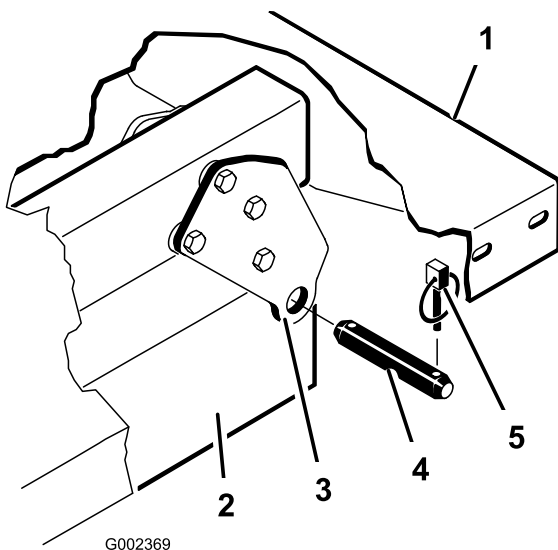

Bild 4
6. Nehmen Sie die Klappstecker und die Lastösenbolzen ab, mit denen die Schwenkhalterungen der Ladepritsche an den Rahmenkanälen der Maschine befestigt sind (Bild 4).